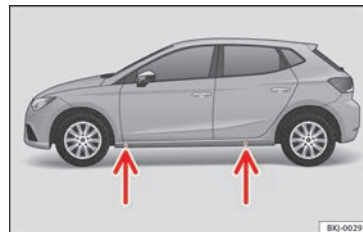

Fig. 68 Points de prise du cric.
- Recherchez sur le bas de caisse la marque du point d'appui du cric (zone renforcée) le plus proche de la roue à changer » » **fig. 68.**